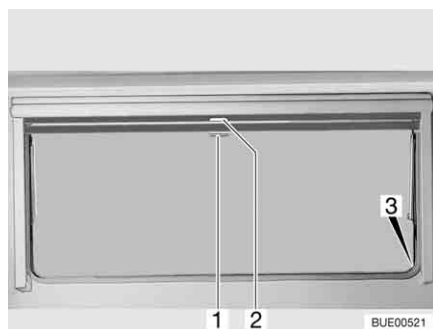

Fig. 37 Finestra apribile
- Tirare verso il basso l'oscurante a rullo accompagnandolo con la maniglia (Fig. 37,2). Quando si chiude completamente l'oscurante a rullo esso va agganciato da entrambi i lati al telaio della finestra nell'apposito elemento di fissaggio (Fig. 37,3).
- Quando l'oscurante a rullo è completamente chiuso: Spingere la maniglia (Fig. 37,2) verso il basso tirandola leggermente verso l'interno. Sganciare l'oscurante a rullo dagli elementi di fissaggio a destra e a sinistra del telaio della finestra.
- Quando l'oscurante a rullo si trova in posizione intermedia: Tirare la maniglia (Fig. 37,2) leggermente verso il basso finché l'elemento di fissaggio non si è sganciato.
- Tirare la maniglia (Fig. 37,1) della zanzariera a rullo verso il basso e agganciarla all'elemento di fissaggio (Fig. 37,3) su entrambi i lati del telaio della finestra.
- Spingere la maniglia (Fig. 37,1) verso il basso tirandola leggermente verso l'interno. Sganciare la zanzariera a rullo dagli elementi di fissaggio a destra e a sinistra del telaio della finestra.